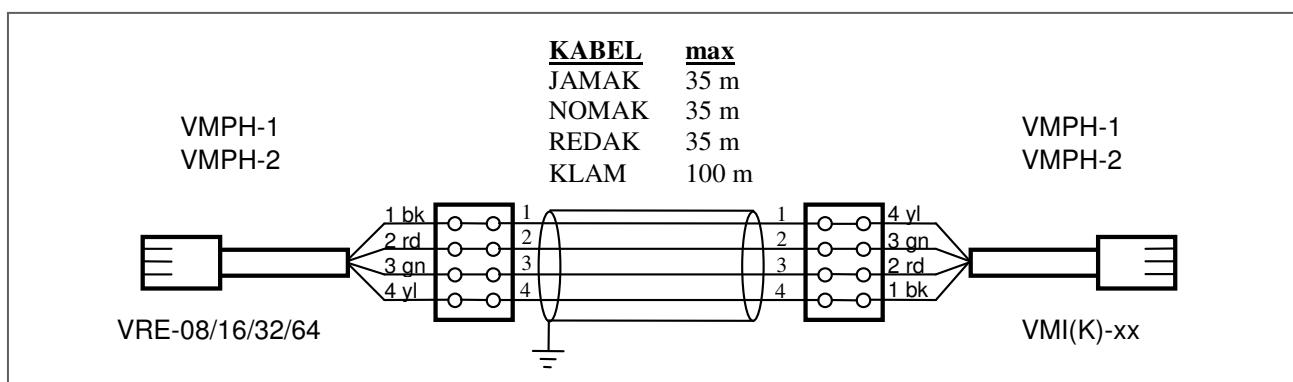

Bild 2.9. Mätpunktens koppling med en VMPh-1/2 kopplingskabel.
Mätpunktens avstånd kan förlängas genom att använda en kopplingskabel VMPh-1 eller VMPh-2 och en skärmad instrumentkabel (till exempel KLAM, NOMAK, REDAK, JAMAK) enligt bild 2.9. Instrumentkabels slingresistans får vara högst  $3 \Omega$ .
Ett fel inträffar vanligtvis då man använder radklämmor och instrumentkabel. Om ett fel om en hög testström uppkommer (testström 9000-11000 mA) betyder det att man har kopplat mät – och testlindningarna i kors i radklämmen. Koppla bort nätspänningen vid reparation och gör om mätkabelkopplingen. Om det är fråga om radklämmen finns kopplingsinstruktionerna i bild 2.9. I dessa fall måste man uppmärksamma att mätresultaten är ungefär fyra (4) gånger högre än den verkliga strömnivån.